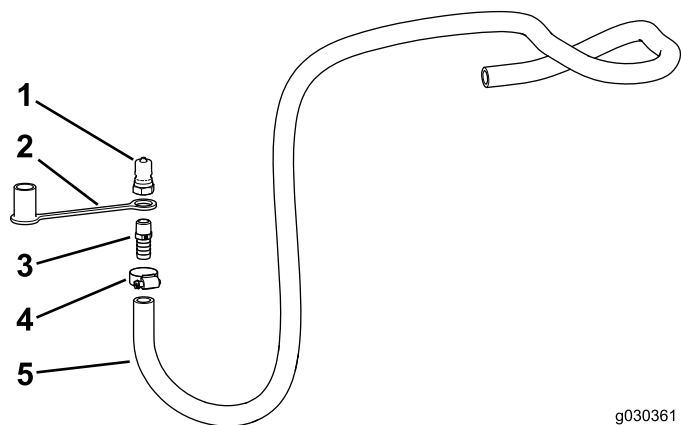

図 28
2. ストレートフィッティング $\frac{3}{8}$ NPT x $\frac{5}{8}$ バーブをオスのカップラに取り付ける 図 28。
4. アセンブリのバーブ側の端部にダストプラグを挟み込む 図 28。